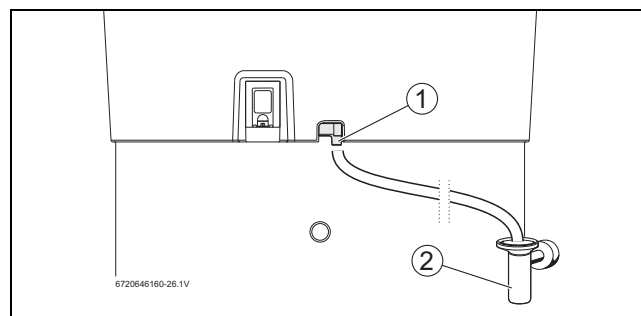

Fig. 13 Salida de condensado
- ▶ Conectar el conducto de condensado 1) en la salida de condensados (fig. 13, [1]) para que el condensado circule sin impedimentos.
- ▶ Evacuar el condensado a través de un sifón de embudo (fig. 13, [2]).